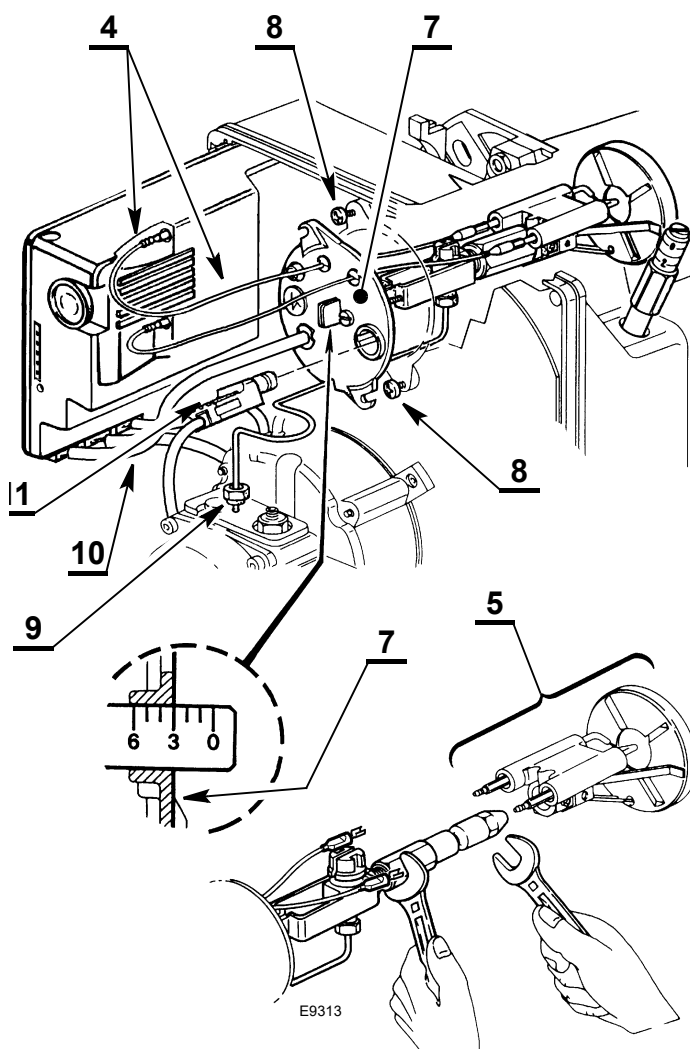

Fig. 11
1° Modo (Fig. 11):
- sfilare i cavetti 4)(Fig. 11) dall'apparecchiatura, il sensore fiamma 11) e svitare il dado 9) dalla pompa.
2° Modo (Fig. 11):